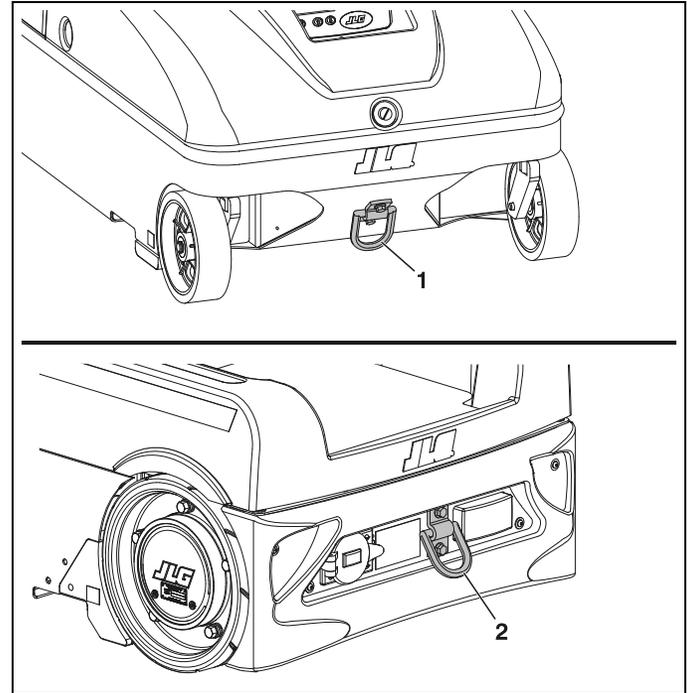

Figura 3-12. Anelli di bloccaggio anteriore e posteriore.
- Caricandola su un veicolo di trasporto e portandola al cantiere, se dotata di anelli di bloccaggio anteriore e posteriore (vedi Figura 3-12.).